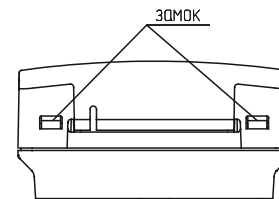

Рисунок 3
- 6.8 Для установки извещателя необходимо отсоединить корпус от основания, нажав отверткой на замки (см. рисунок 3). (При этом кнопка должна быть в отжатом состоянии).